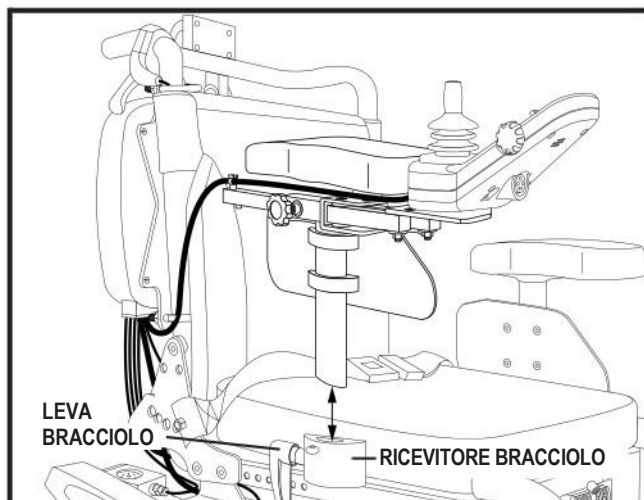

Figura 16. Rimozione/Installazione bracciolo
1. Allentare la leva di blocco del bracciolo. **Vedere figura 16.**
1. Posizionare il gruppo del bracciolo nel blocco corrispondente. **Vedere figura 16.**
2. Rimuovere il bracciolo. **Vedere figura 16.**